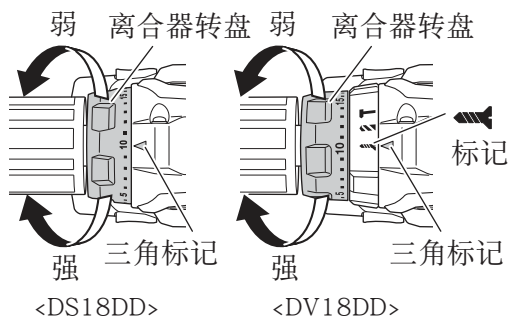

图 17
#### (2) 旋转转矩的指示（请参照图 17）
#### (3) 调节旋转转矩（请参照图 17）